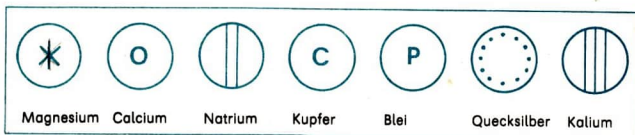

Abb. 40 Von *J. Dalton* eingeführte chemische Zeichen
*John Dalton* (1766 bis 1844) entwickelte um 1810 einheitliche Zeichen in Form von **Kreissymbolen**, in die auch einzelne Buchstaben eingetragen wurden (Abb. 40).